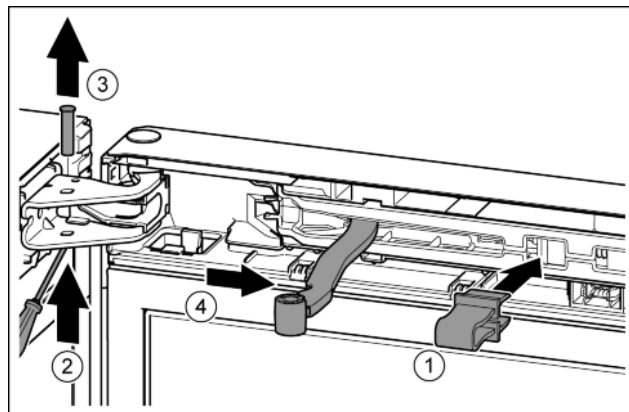

Fig. 10
► Pojistku nechte zapadnout do otvoru. Fig. 10 (1)
► Šroubovákem vysuňte čep. Fig. 10 (2)
► Čep vytáhněte nahoru. Fig. 10 (3)
► Otočte kloub směrem ke dveřím. Fig. 10 (4)